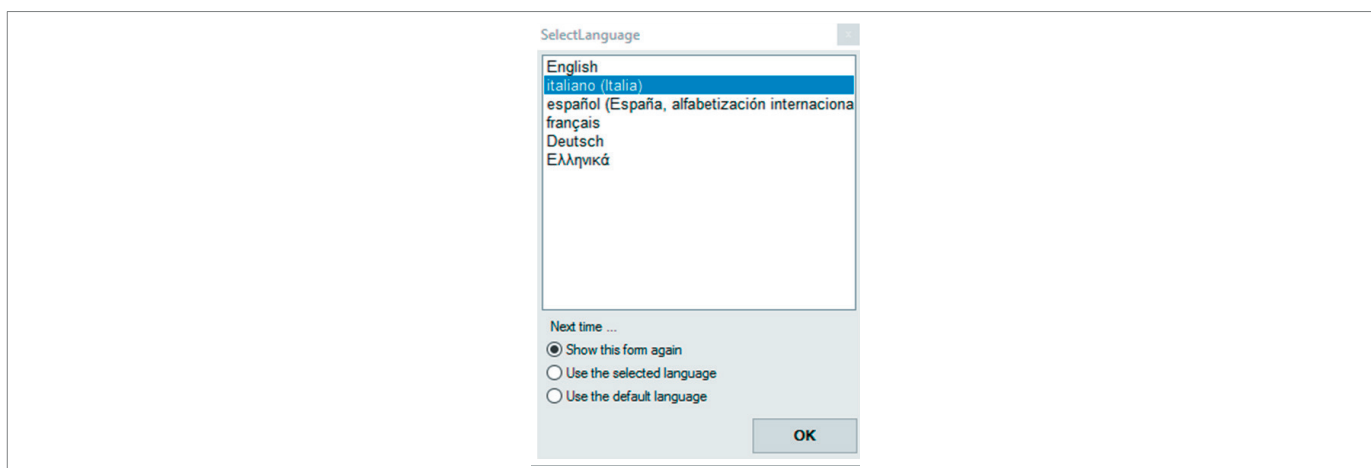

Fig. 8.27. Selección del idioma
2. Seleccione el idioma deseado (Fig. 8.27).